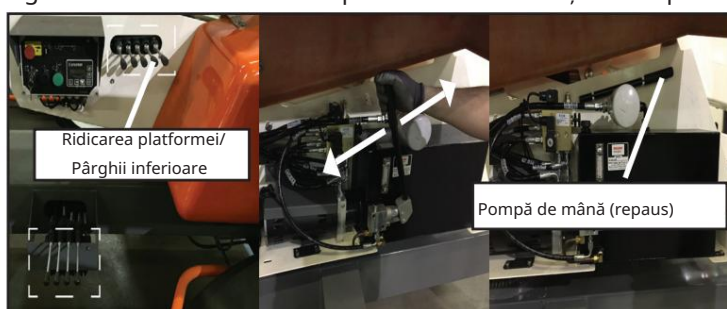

Figura 18 – Procedura de coborâre de urgență a pompei de mână
- Introduceți pârghia pompei de mână în arborele pompei (consultați Figura 18).